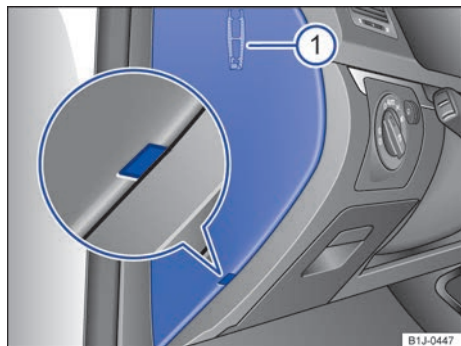

Fig. 167 En el tablero de instrumentos del lado del conductor: cubierta de la caja de fusibles.
Encaje un objeto plano (el destornillador de las herramientas de a bordo, p. ej.) en el rebaje → fig. 167 (imagen ampliada) y desmonte la cubierta haciendo palanca con cuidado.
En el lado interior de la cubierta puede haber unas pinzas de plástico → fig. 167 ① para extraer fusibles.